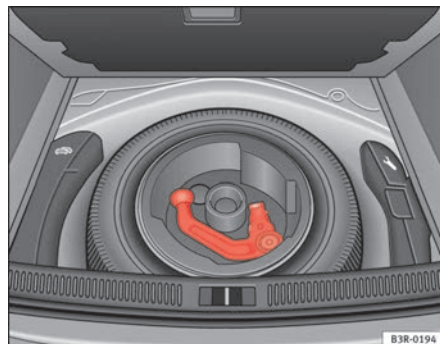

Fig. 148 Maletero: Rueda de repuesto con dispositivo para remolque
- Para vehículos con rueda de repuesto ⇒ **fig. 148**.